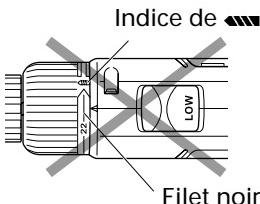

Fig. 10
- Pour éviter tout dommage, ne pas utiliser avec le capot réglé avec le filet noir entre le nombre "22" et l'indice de forage "■■■". (Voir Fig. 10.)